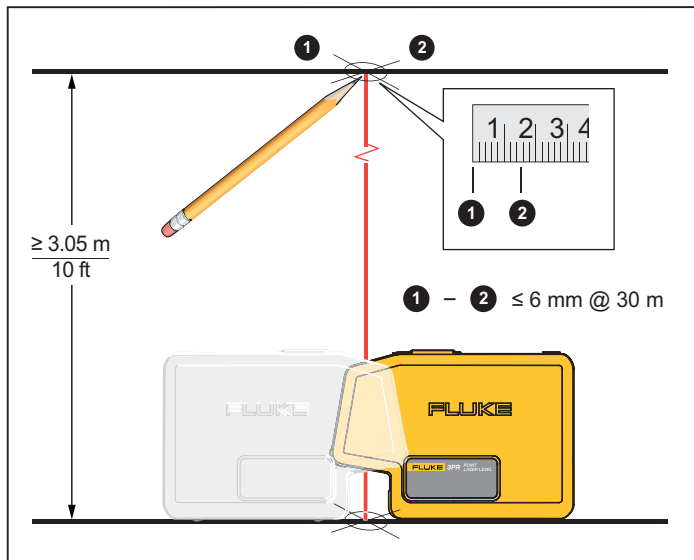

Abbildung 6. Lotgenauigkeit
3. Den nach unten gerichteten Laser auf beiden Achsen der Kreuzmarkierung zentrieren. Siehe Abbildung 6.